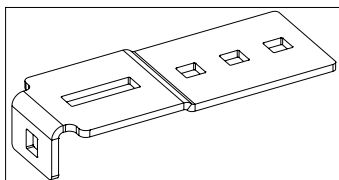
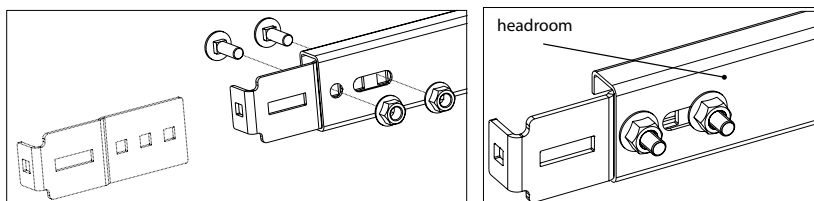

Fig. 7.4. Afstandsprofil
Fig. 7.5. Sammensat afstandsprofil
- Sammensæt afstandsprofil. (fig. 7.4.) Fastgør dem med to M x 25 bolt og møtrik (fig. 7.5).